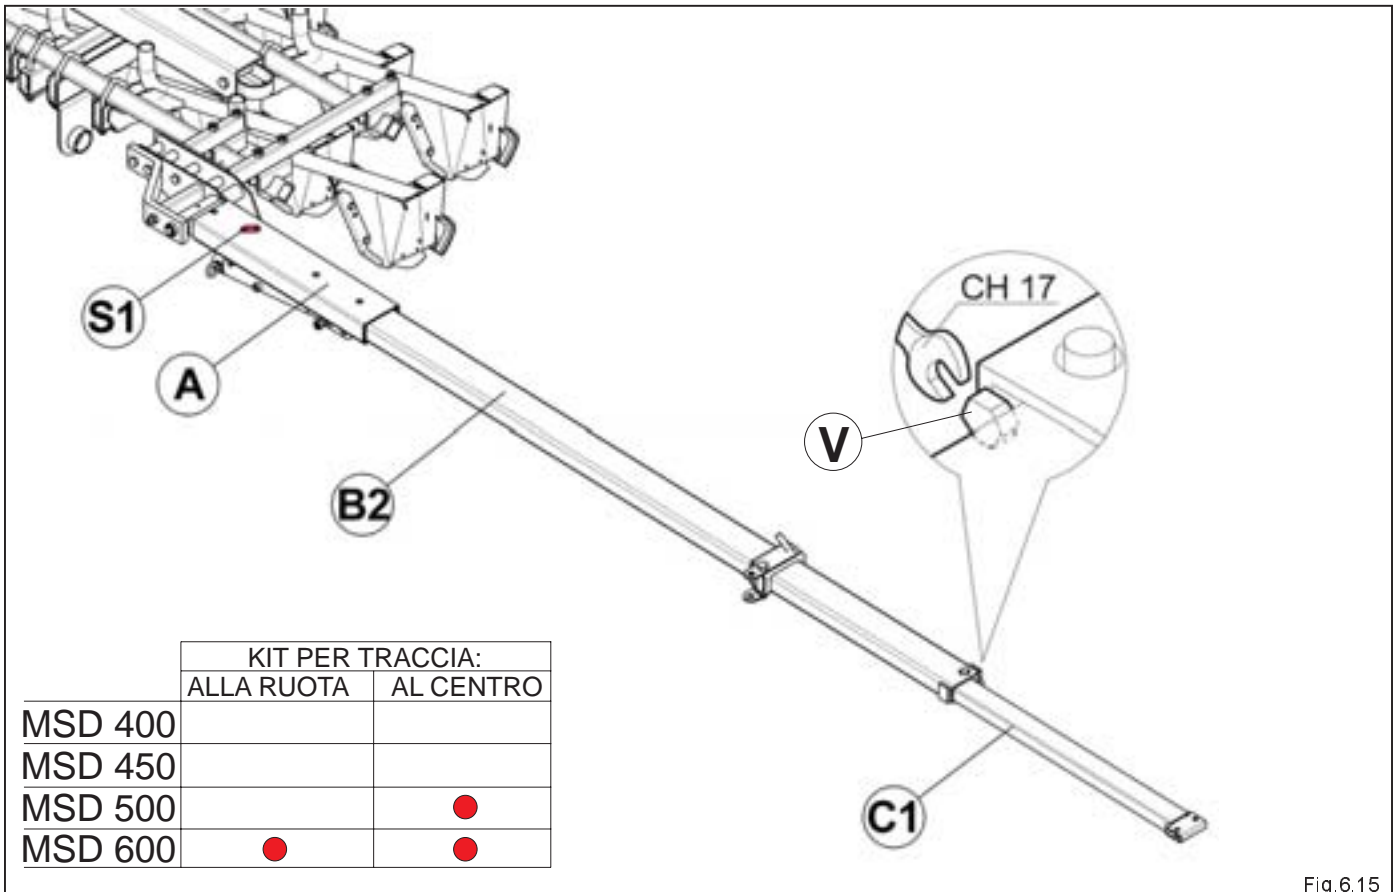

Fig.6.15
- Una parte fissa al telaio **A**, da un braccio intermedio, **B2** e da una prolunga **C1** sulla quale va innestata la zappetta a molla (Fig.6.15 - 6.16). Il braccio intermedio **B2** è dotato di uno snodo che permette al tracciafile stesso di ridurre l'estensione di lavoro e quindi la chiusura della macchina (Fig.6.15 - 6.16).
- Allentare la vite **V** quanto basta per lo scorrimento della prolunga porta zappetta (Fig.6.15).
- Fissare la prolunga porta zappetta stringendo la vite **V** (Fig.6.15).